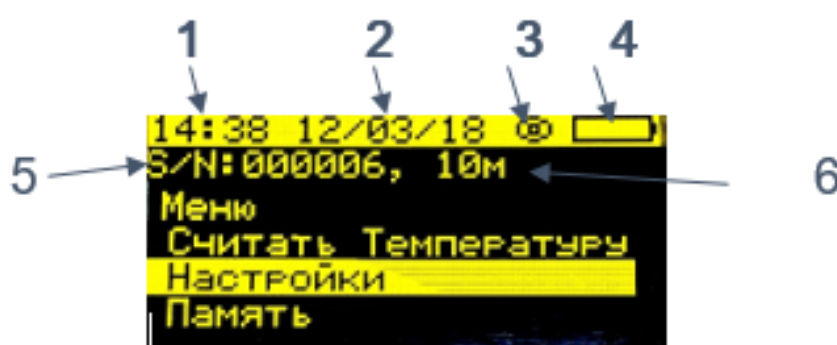

Рисунок 3.Меню
6.4. Меню СТ (Рисунок 3). В верхней части дисплея отображается следующая информация: время (1), дата (2), значок подключения ИТМ (3), уровень заряда СТ (4).